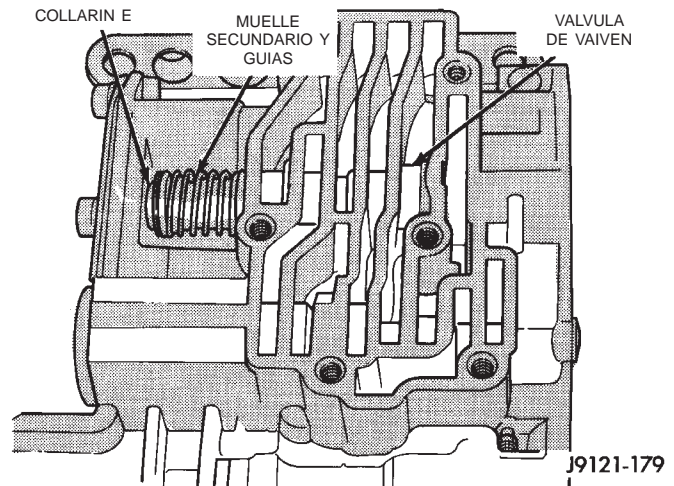

Fig. 52 Collarín E y muelle secundario de la válvula de vaivén
(22) Retire el collarín E y desmonte el muelle secundario y las guías de muelle del extremo de la válvula (Fig. 52).